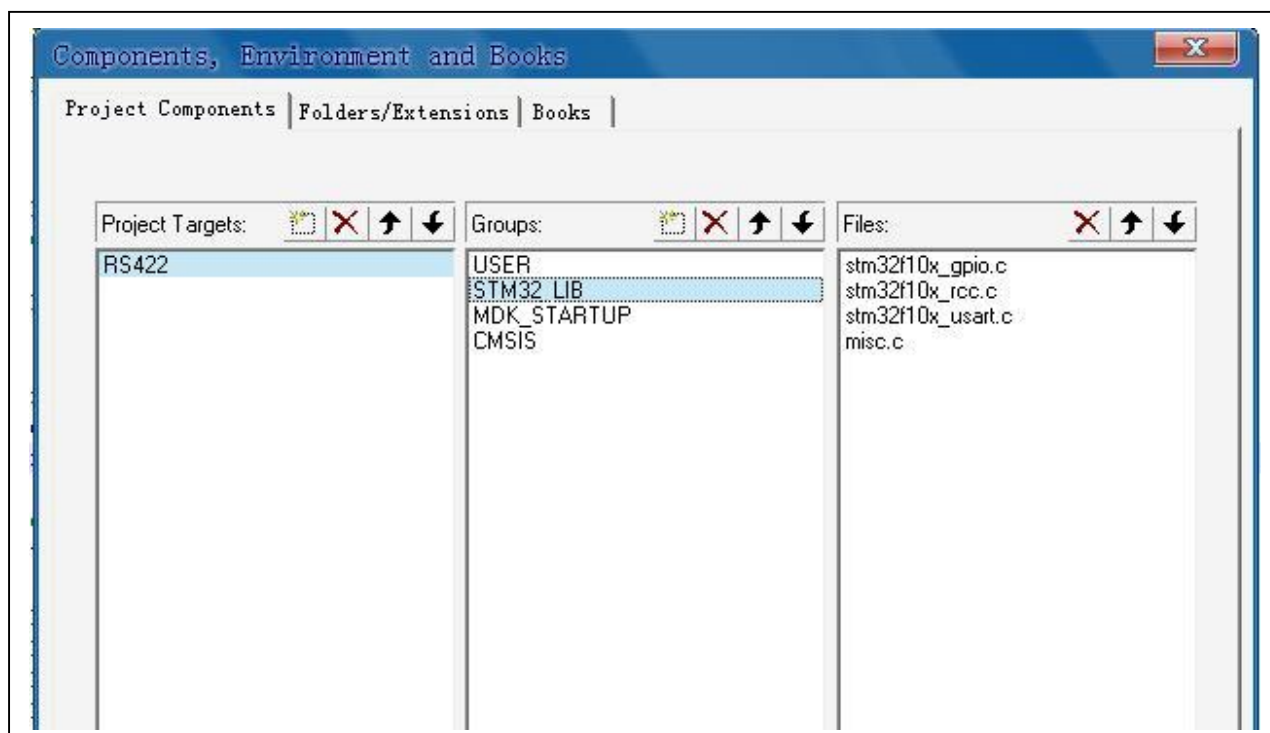

图 7
4.4 在“STMB2_LIB”条目的“Files”栏中添加目录“V1” è “Libraries” è “STMB2F10x_StdPeriph_Driver” è “SRC” 目录下的“stm3210x_misc.c”、“stm3210x_rcc.c”、“stm3210x_gpio.c”、“stm3210x_usart.c” 4 个文件（见图 7），其中“stm3210x_misc.c”、“stm3210x_rcc.c” 这 2 个文件是必须的（我自己的理解）。因为我的程序要用到“GPIO”和“串口”，所以又添加了“stm3210x_gpio.c”、